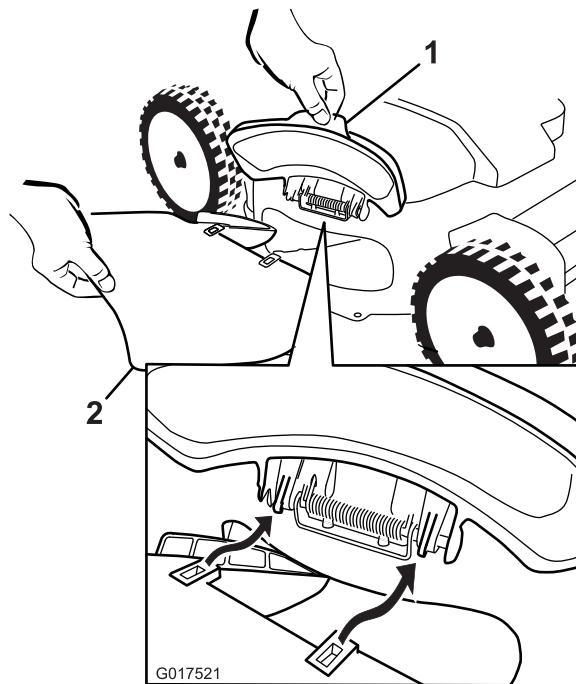
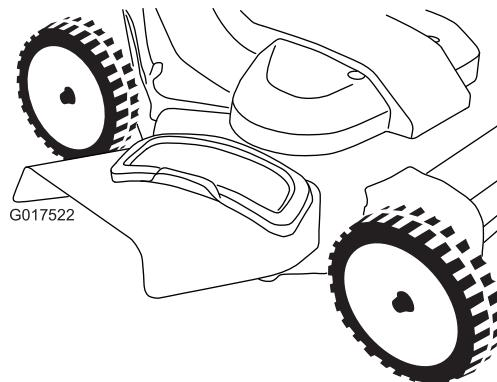

Figure 29
Figure 30
1. Soulevez et ouvrez le déflecteur d'éjection latérale (Figure 29).
2. Installez l'éjecteur latéral comme illustré (Figure 29 et Figure 30), puis fermez le déflecteur sur l'éjecteur.